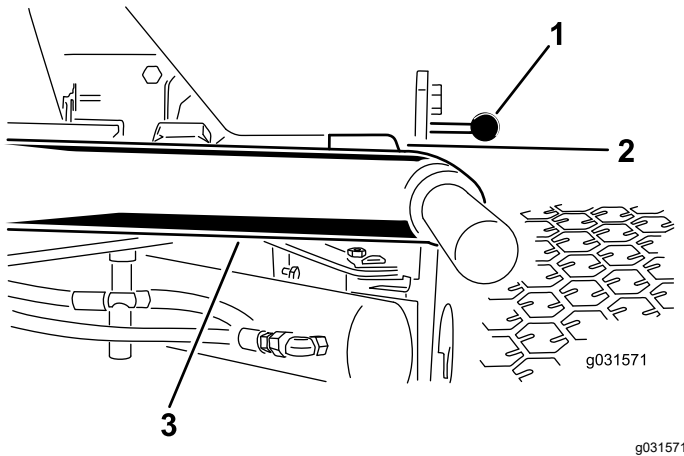

Figura 13
1. Avviate il motore, sollevate gli apparati di taglio e assicuratevi che la distanza tra ciascun braccio di sollevamento e la staffa della piastra di appoggio sia pari a 5–8 mm, come illustrato nella Figura 13.